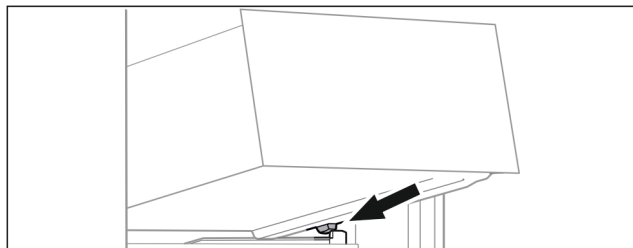

Fig. 97
- ▶ Schubfach schräg hinter den Stoppern auf Behälterrippe aufsetzen. (siehe Fig. 97)